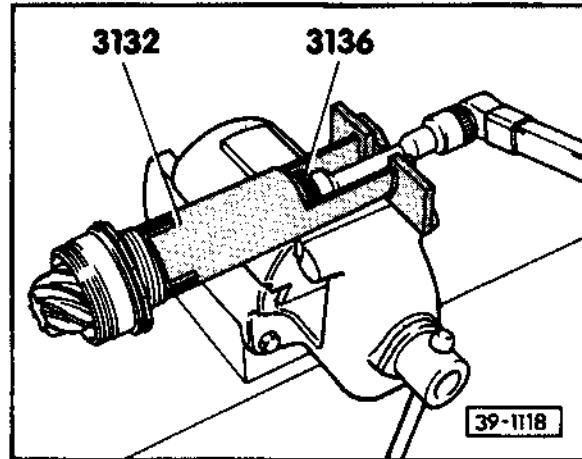

Abb. 3 Nutmutter abschrauben, anziehen
- abschrauben, bei Achsantrieb mit Visco-Kupplung – Abb. 3